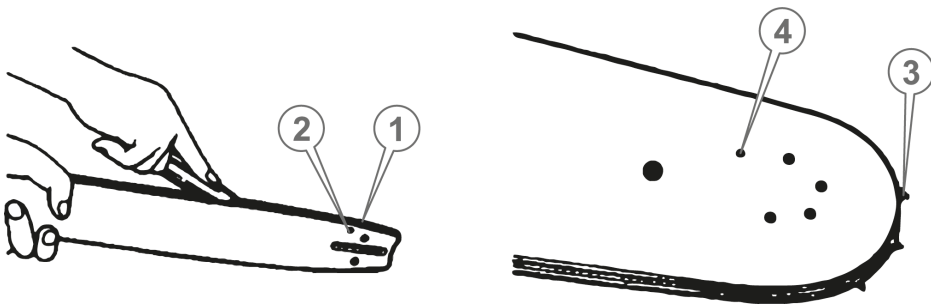

Рисунок 8. Схема обслуговування «шини»
6.2 Обслуговування різального блока (шини, веденої зірочки, ланцюга) (рис. 8).